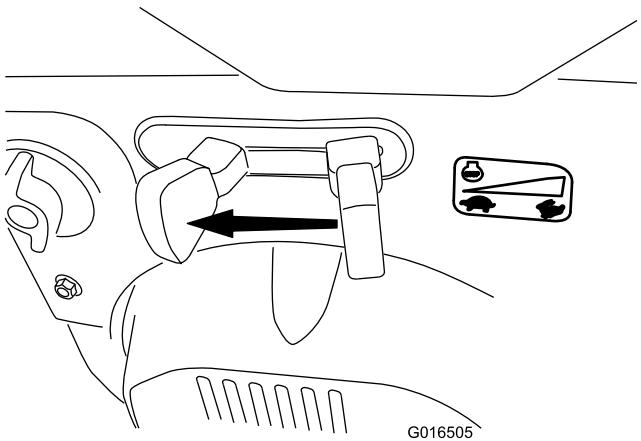

Figure 25
- Déplacez la commande d'accélérateur en position BAS RÉGIME, puis en position ARRÊT (Figure 25). Vous pouvez aussi couper le moteur en tirant la clé de contact vers l'extérieur, à la position centrale.